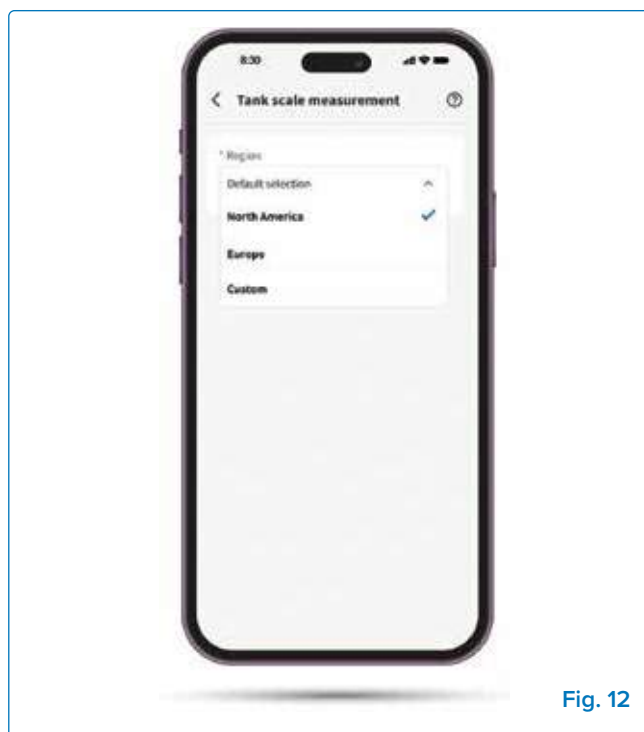

Fig. 12
- Ouvrez l'application Napoleon Home et allez dans la section Balance de la bouteille (Fig. 12).